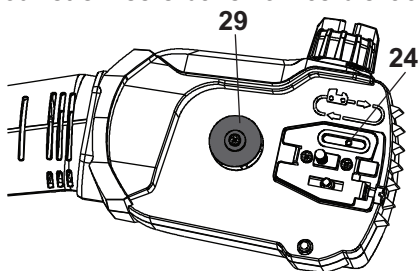

Fig. 44
1. Démontez le guide-chaîne (19) et la chaîne de sciage (20) dans l'ordre inverse du montage.
2. Vérifiez que le trou de graissage (24) n'est pas obstrué et nettoyez-le si nécessaire pour assurer une lubrification correcte du guide-chaîne et de la chaîne de sciage pendant le fonctionnement. Utilisez un fil souple suffisamment petit pour être inséré dans l'orifice d'évacuation de l'huile (Fig. 44).